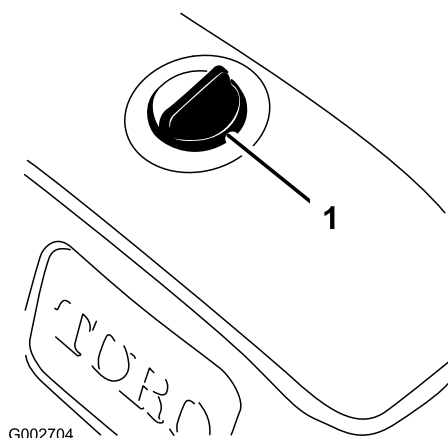

Figura 15
3. Pulite attorno al tappo del serbatoio dell'olio idraulico per impedire l'ingresso di corpi estranei nel serbatoio (Figura 15).